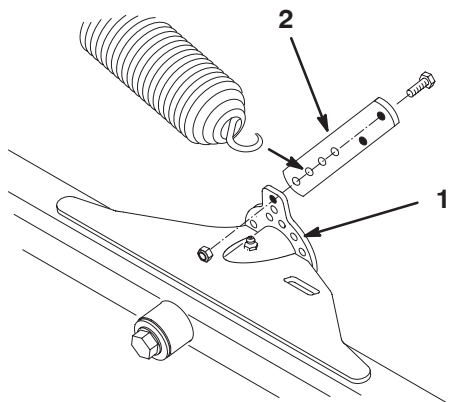

Figure 15
1. A l'aide de 2 vis d'assemblage (1/4 x 3/4") et de contre-écrous, fixez un ancrage de ressort au côté intérieur arrière de chaque patte de relevage de plateau de coupe avant, comme illustré à la Figure 15.
2. Sur les plateaux de coupe avant, accrochez le ressort dans le deuxième trou en partant du bas (3ème position) de l'ancrage de ressort (Fig. 15).